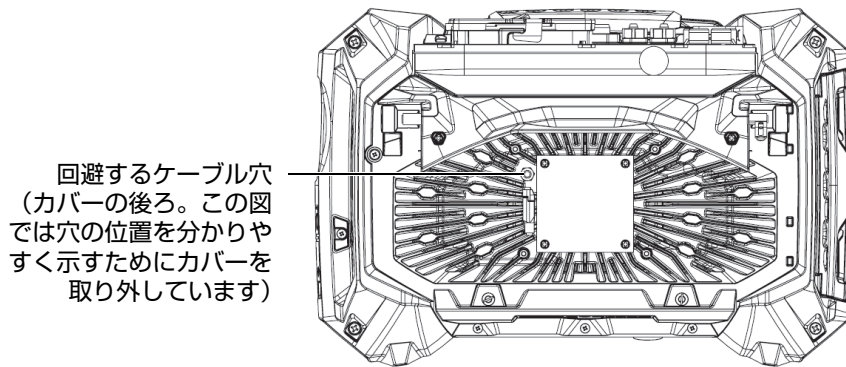

図 4-1 冷却ファン筐体の内部（ケーブル穴を示すためにカバーを外した状態）
1. ファンの開口部にある埃や汚れを確認し、筐体外部からあらゆる方向に圧縮空気を吹き付けて飛ばします（最大圧力 207 kPa）。ただし、ファン筐体内のケーブル穴に直接吹き付けしないでください（53 ページの図 4-1）。